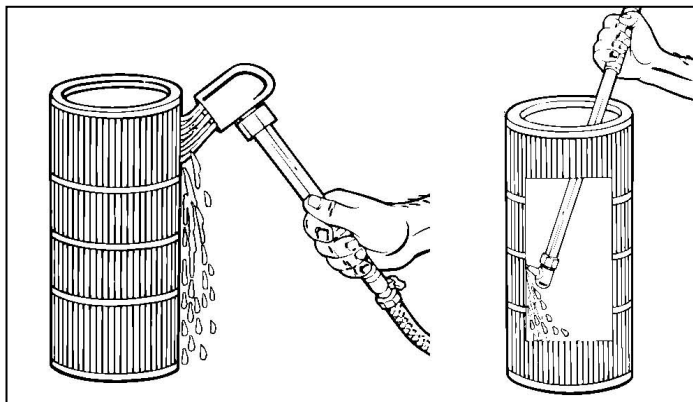

Bild 10 - Reinigen der Patrone
10. Reinigen Sie den entnommenen Filter (Bild 10) unter fließendem Wasser und lassen Sie ihn trocknen. Wenn Sie einen Ersatzpatrone haben, können Sie die Pumpe sofort wieder laufen lassen.